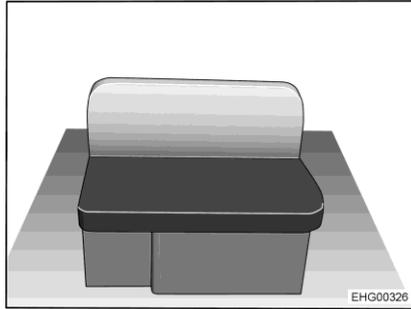

Fig. 19 Banco longitudinal a la derecha
- Quitar el cojín del asiento y el cojín del respaldo del banco longitudinal (Fig. 19).